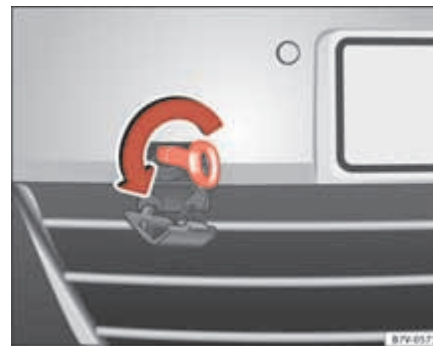

Fig. 215 En la parte derecha del parachoques delantero: Enroscar la argolla de remolque.
El alojamiento para la argolla de remolque enroscable se encuentra en la parte derecha del paragolpes delantero ⇒ fig. 215.
- Enrosque la argolla de remolque en su alojamiento **en sentido contrario a las agujas del reloj** tanto como sea posible ⇒ fig. 215 ⇒ ⌚. Utilice un objeto adecuado para enroscar firmemente la argolla de remolque en su alojamiento.